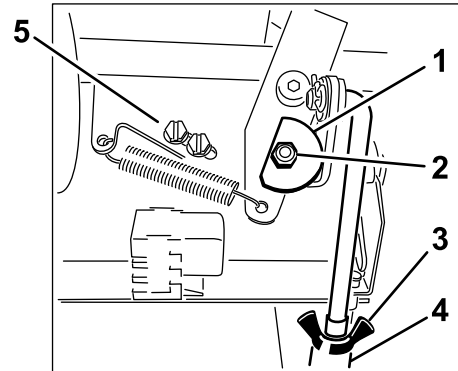

Bild 44
7. Lockern Sie die Klemmmutter und Schraube, mit der die Nocke befestigt ist (Bild 44).
11. Lösen Sie ggf. die Schrauben, mit denen der Schalter befestigt ist, und stellen Sie den Schalter ein (Bild 44).